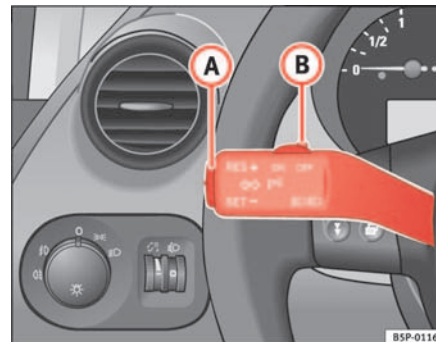

Fig. 140 Palanca de intermitentes y de luz de carretera: mando y tecla basculante para el regulador de velocidad
- Cuando se haya alcanzado la velocidad que se quiere programar, pulse brevemente la parte inferior de la tecla basculante **SET** ⇒ página 177, fig. 140 **A** una vez.